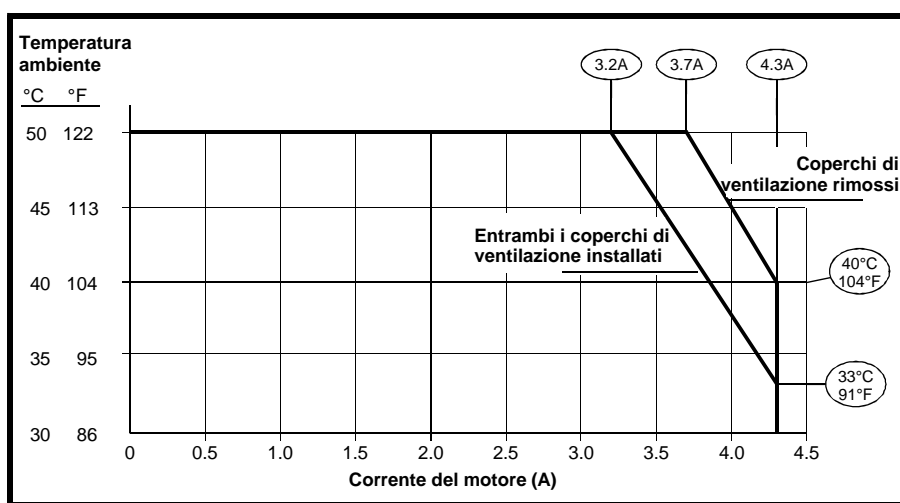

Figura 4–1 Curve di riduzione della potenza (possono essere applicate per le dimensioni di tutti i modelli e solo quando la frequenza in PWM è di 3kHz)
- 2 Per trovare la temperatura ambiente massima ammessa, vedere la Figura 4–1. Annotare poi tale valore.
Normali precauzioni EMC Vedere la Figura 4–2 in cui sono mostrati il layout consigliato per due azionamenti e i cavi di alimentazione e dei segnali.
Conformità alle norme sulle emissioni associate alla compatibilità EMC Vedere la Figura 4–3 in cui sono mostrati due azionamenti, due filtri RFI e i cavi di alimentazione e dei segnali.